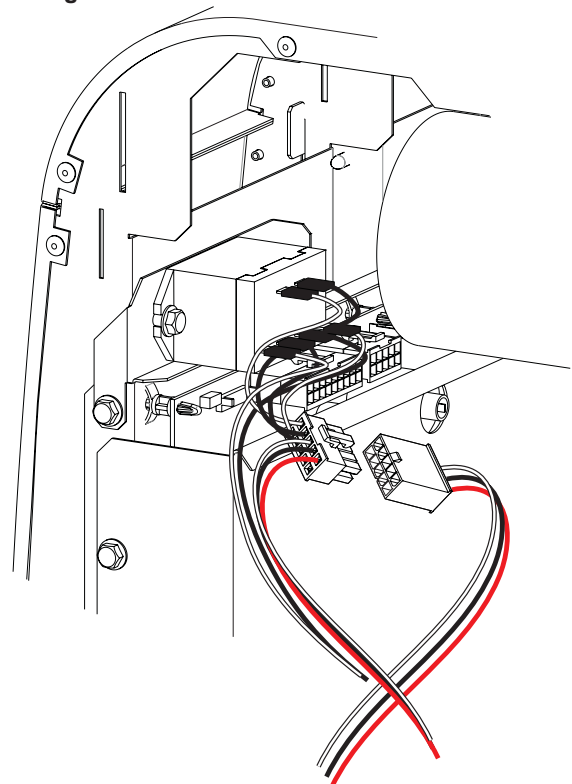

Figure 12
15. Branchez le connecteur intitulé «Accessoire condensats» du faisceau de câbles de la carte de commande de la chaudière murale dans le connecteur du faisceau de câbles du relais. **Voir Figure 12.**